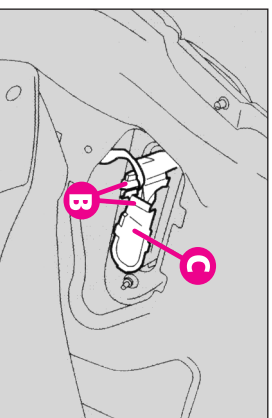

fig.41
-Coborâți capacul garniturii în zona corespunzătoare și scoateți suportul de bec (C-fig. 41) eliberând agrafă de reținere (B-fig. 41).
-Înlocuiți becul, apoi puneți la loc suportul de bec și strângeți șuruburile (B-fig.41)